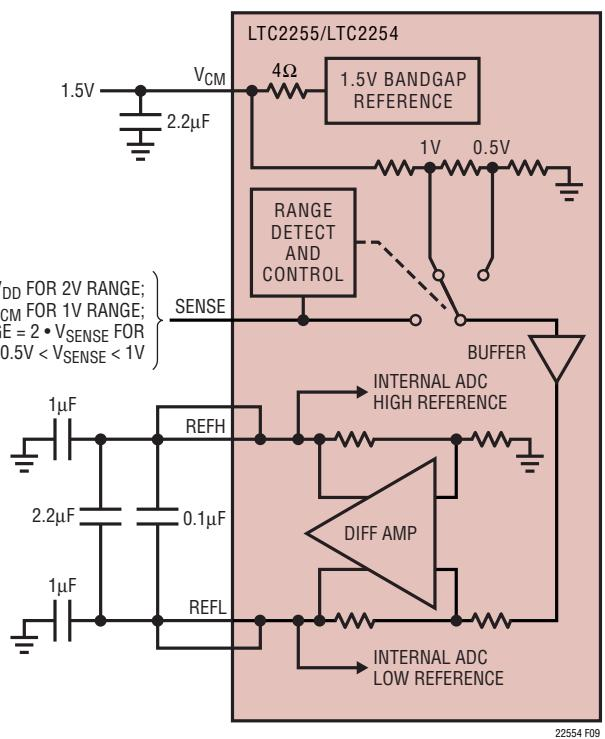

図9. 等価リファレンス回路
1.5Vのバンドギャップ・リファレンス、差動アンプ、およびスイッチングと制御の回路で構成されるLTC2255/LTC2254のリファレンス回路を図9に示します。内部電圧リファレンスはピンで選択可能な2V(差動±1V)または1V(差動±0.5V)の2つの入力レンジに設定することができます。SENSEピンをV_{DD}に接続すると2Vの範囲が選択され、SENSEピンをV_{CM}に接続すると1Vの範囲が選択されます。
ノイズを減らすために複数の出力ピンを必要とします。バイパス・コンデンサは図9に示すように接続する必要があります。